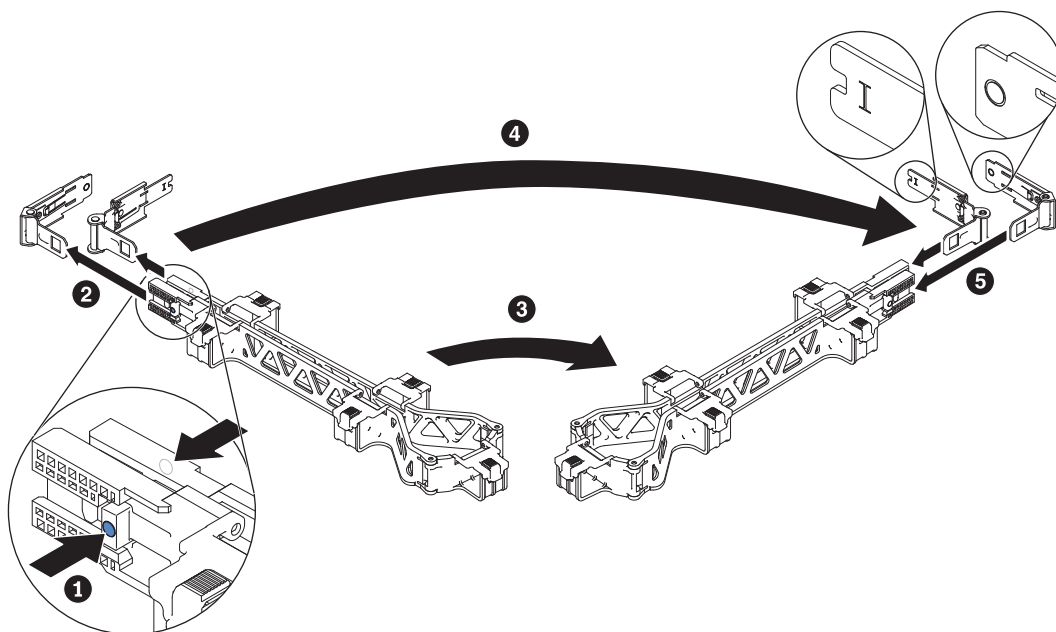

Figura 29. Instalando o braço de gerenciamento de cabos no lado oposto
10. Opcional: É possível instalar o suporte para organização de cabos no lado oposto, conforme mostrado na Figura 29 na página 35.